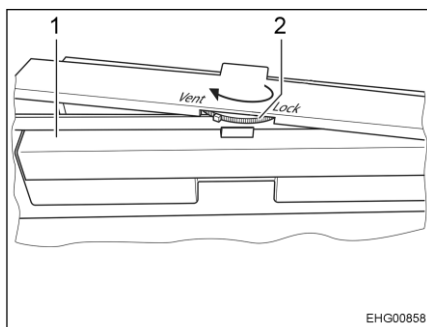

Fig. 56 Rueda de bloqueo en la puerta del frigorífico
- Girar el rueda de bloqueo (Fig. 56,2) hasta el tope, a la posición "Vent".
- Cerrar la puerta (Fig. 56,1) con precaución hasta que encaje. La puerta está bloqueada en una posición ligeramente abierta.